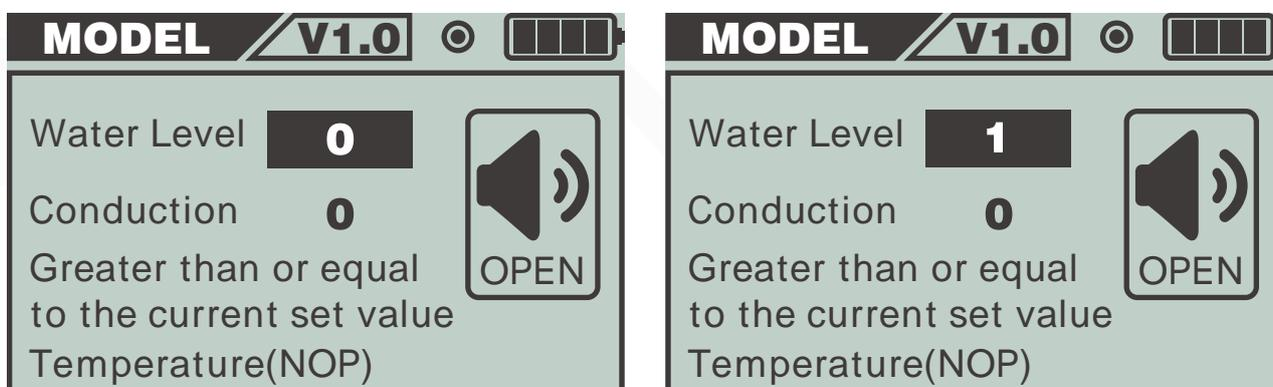

图16. 设备报警参数阈值设定图
- 左上角显示ALARM，按ENTER键进入图16，Water Level 表示水位报警阈值，Conduction 表示电导率报警阈值，当前选中Water Level，